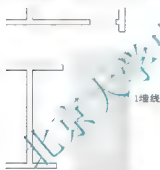
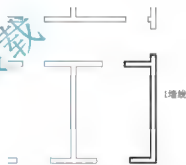

图 2.123 选择要合并的墙线
图 2.124 将合并后的墙线加粗
② 在选定的对象不是多段线, 是否将其转换为多段线? <Y>: 提示下, 按 Enter 键执行尖括号内的默认值“Y(Yes)”, 表示要将 1 墙线转化为多段线。
③ 在输入选项 [闭合(C)/合并(J)/宽度(W)/编辑顶点(E)/拟合(F)/样条曲线(S)/非曲线化(D)/线型生成(L)/放弃(U)]: 提示下, 输入“J”后按 Enter 键, 表示要执行【合并】子命令。
④ 在选择对象: 提示下, 按照图 2.123 所示的方法选择对象后按 Enter 键, 以确定将要合并的墙线。
通过步骤①~④的操作, 可以把在图 2.123 中选择的 10 条线和 1 墙线连成了一条封闭的多段线。
⑤ 在输入选项, [打开(O)/合并(J)/宽度(W)/编辑顶点(E)/拟合(F)/样条曲线(S)/非曲线化(D)/线型生成(L)/放弃(U)]: 提示下, 输入“W”后按 Enter 键, 表示要改变线的宽度。
⑥ 在指定所有线段的新宽度: 提示下, 输入“50”, 表示将线的宽度由 0mm 改为 50mm。
⑦ 按 Enter 键结束命令, 结果如图 2.124 所示。